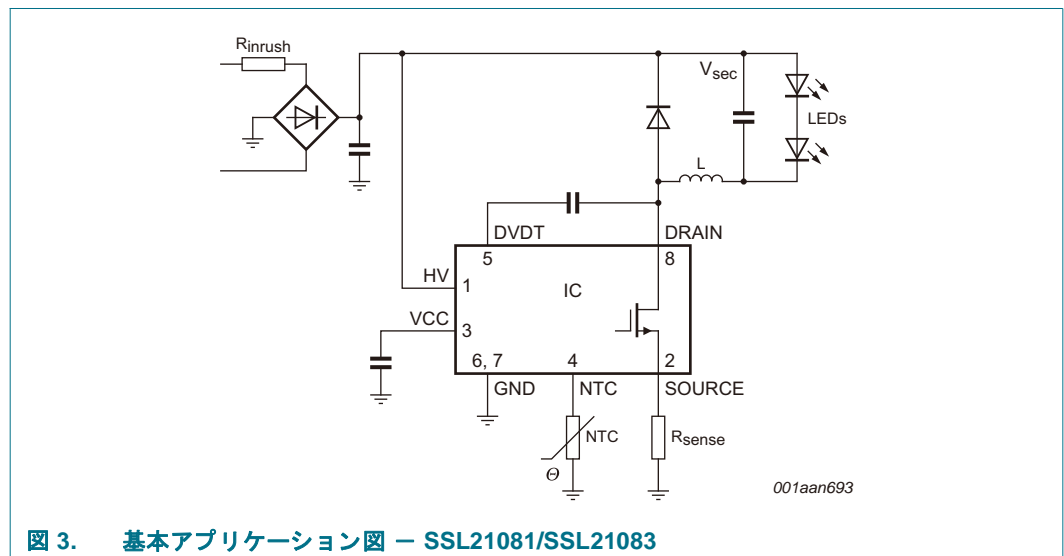
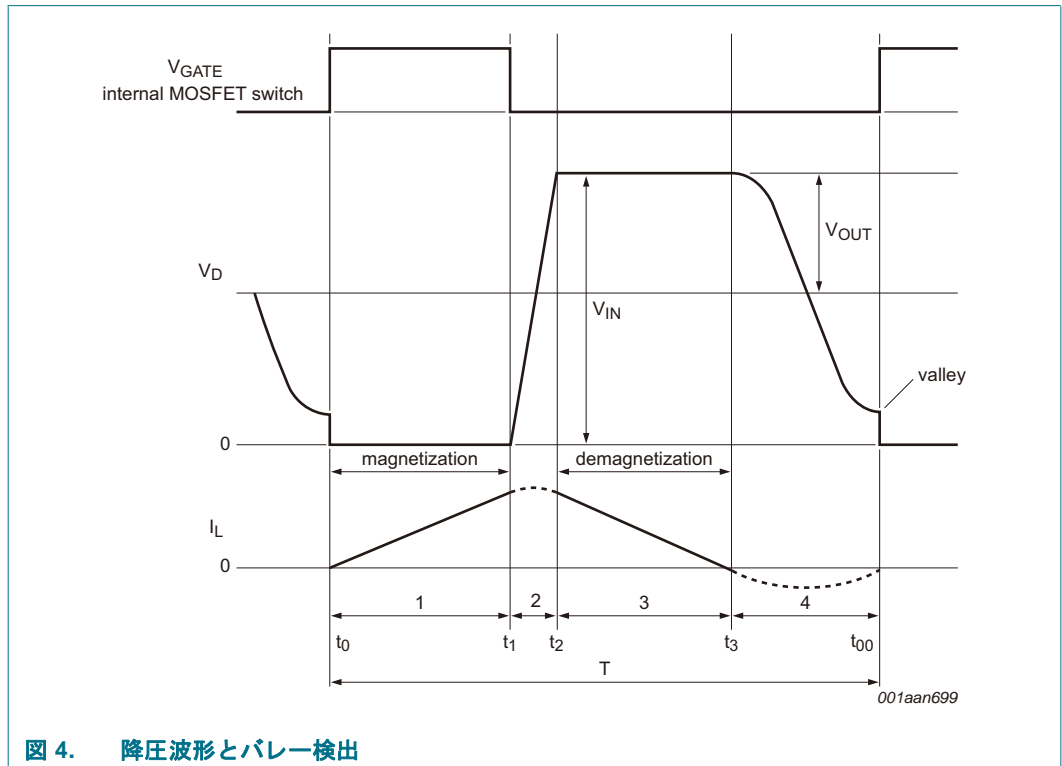

図 3. 基本アプリケーション図 – SSL21081/SSL21083
図 4. 降圧波形とバレー検出
SSL21081/SSL21083 のコンバータは BCM（電流臨界モード）のピーク電流制御システムです。基本的なアプリケーション図を 図 3 に、波形を 図 4 に示します。このタイプのコンバータは連続および不連続モードの境界で動作し、電力はスイッチがオンになる期間ごとにインダクタ L に蓄えられます。内部 MOSFET スイッチがオンのとき、インダクタ電流 I_L はゼロになります。その後、L での電流の振幅は $V_{IN} \sim V_{OUT}$ および内部 MOSFET がオンになっている時間に比例します。内部 MOSFET スイッチがオフになっても電流は還流ダイオード及び出力コンデンサを流れ続け、 V_{OUT} の値に比例したレートに落ちます。LED 電流 I_{LED} はピークスイッチ電流の半分にほぼ等しく、インダクタ電流 I_L がゼロになるとすぐに新しいサイクルが始まります。
一次スイッチがオンになると新しいサイクルが始まります (図 4)。時間 t_1 の後、ピーク電流が SOURCE ピンで検出されると、スイッチはオフになり 2 次側ストロークが開始します (3)。2 次側ストロークが完了し、 t_3 でコイル電流がゼロになると、ドレイン電圧は $V_{IN} - V_{OUT}$ レベルでオシレーションを開始します。この振幅は V_{OUT} に等しくなります。SSL2108X 回路にはバレー検出という特別な機能が統合されていて、スイッチのドレインの電圧が最低値になると、DRAIN ピンに内蔵された専用回路がこれを検出します。そして次のサイクルが始まります。この結果、容量性スイッチング損失が軽減されます。オシレーションの周波数と電圧スイングの両方が検出の指定範囲 (f_{ring} と $\Delta V_{rec(min)}$) 内にあるとき、バレーが検出され、受け入れられます。有効なバレーが検出されない場合、最長オフ時間 ($t_{off(high)}$) になるまで 2 次側のストロークが継続され、そして次のサイクルが始まります。